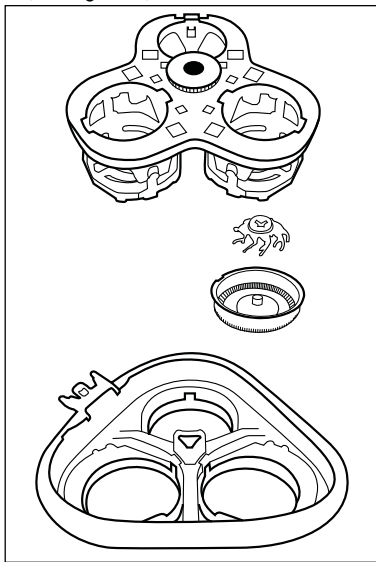

Figure 1
- 3) Appuyez un peu sur la couronne dentée noire et tournez-la doucement en sens inverse des aiguilles d'une montre jusqu'à ce qu'il soit possible de soulever la fixation des têtes de rasage et de la retirer (voir figure 1).
- 5) Remontez l'unité de rasage ❷. À cette fin, servez-vous de la figure 1 :
- Placez les 3 têtes de rasage dans les évidements que comporte la tête de rasage ❷. Veillez ce faisant à ce que les entailles sur le bord des tête de rasage appliquent contre les crans dans l'orifice.